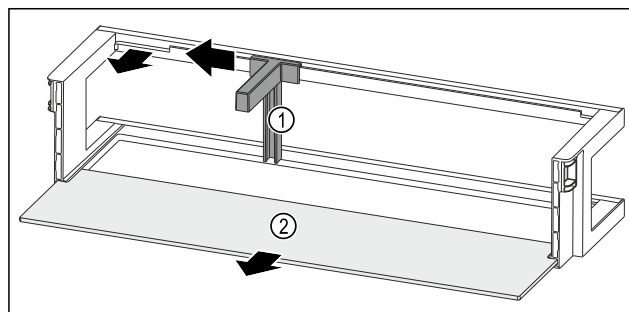

Fig. 97 Дверная полка с держателем для бутылок и съемной полкой
- ▶ Сместите держатель для бутылок Fig. 97 (1) до выемки в сторону.
- ▶ Извлеките держатель для бутылок Fig. 97 (1).
- ▶ Извлеките съемную полку Fig. 97 (2).